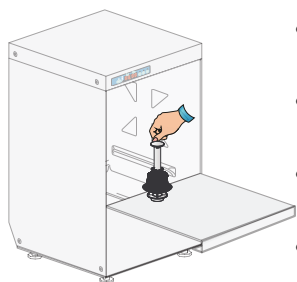
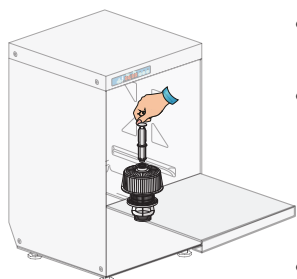

Fig. 1
Fig. 2
- Controle si el filtro está bien colocado (Fig. 1-Fig. 2).
- Coloque el tubo del rebosadero en el interior de la cuba (Fig. 1-Fig. 2).